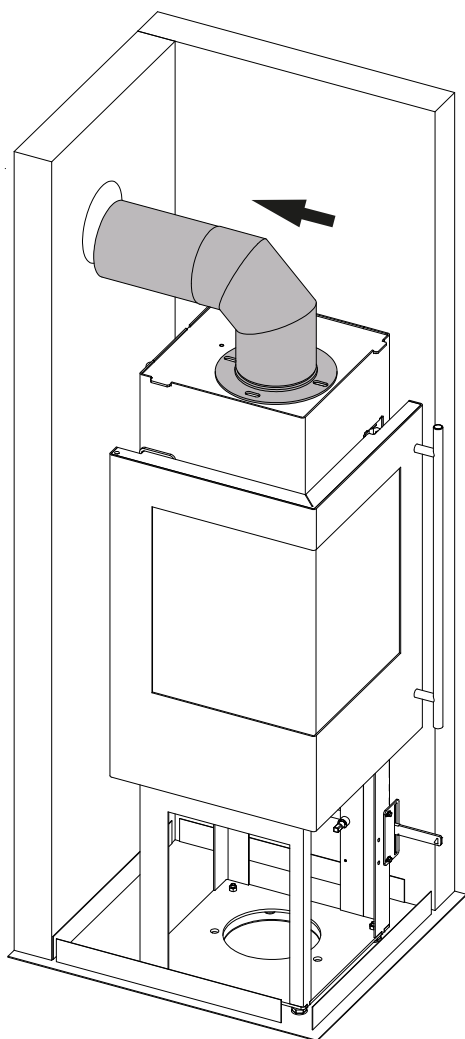

Fig.5
- Rohrbogen mit Ofenrohr auf Abgasstutzen aufschieben und durch das Loch in der Dämmplatte und in das Wandfutter dicht einschieben (siehe Fig.5).